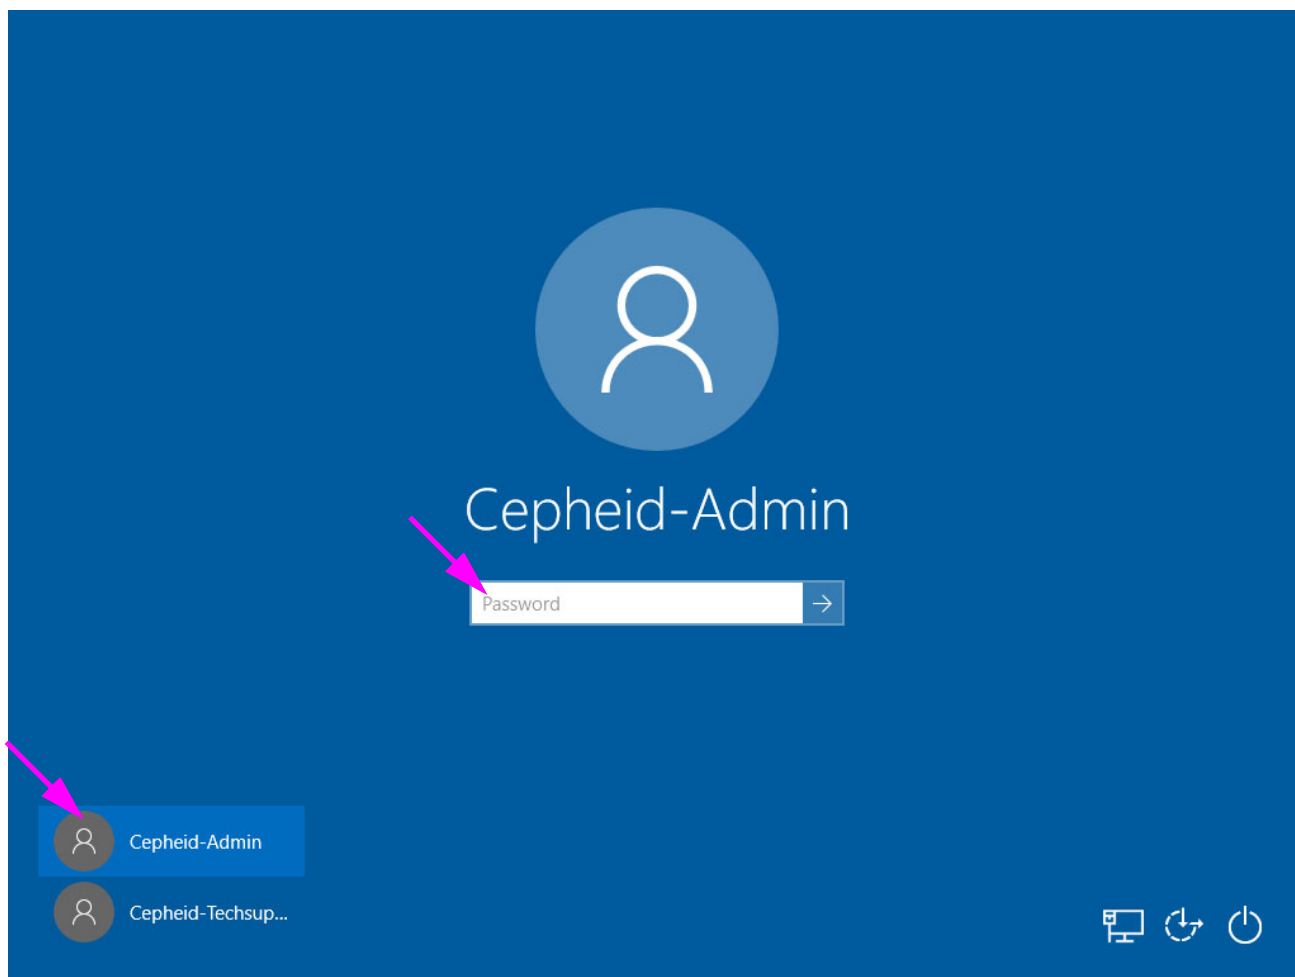

図 5-6. Windows 10 のアカウントおよびパスワード画面
1. Windows 10 では、電源を入れると、Windows のロック画面が表示されます。図 5-5 を参照。画面のどこかをクリックして、Windows のアカウントおよびパスワードの画面を表示してください。図 5-6 を参照。
**Cepheid-Admin** アカウントは、テストの実行、システム構成、ソフトウェアの更新など、全ての顧客作業に使用されます。**Cepheid-Techsupport** アカウントは、Cepheid Technical Support によってのみ使用されます。図 5-6 を参照。
2. Windows アカウントとパスワード画面で、**Cepheid-Admin** ユーザアカウントを選択します (図 5-6 を参照)。
3. Windows 10 のアカウントとパスワード画面（図 5-6 を参照）で、システム管理者によって割り当てられたパスワードを入力します。